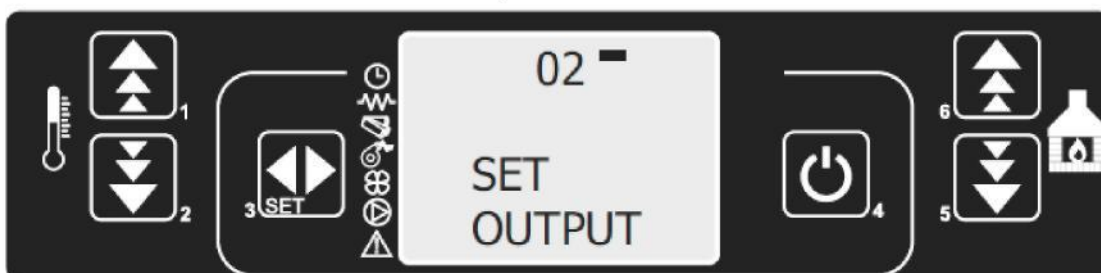

Рисунок 11
**2. Регулирование интенсивности нагрева (мощность нагрева)** Клавишей 6 выбираем желаемую интенсивность нагрева, на дисплее появится сообщение SET OUTPUT и показание от 01 до 05 (рис. 11). Максимальная интенсивность нагрева 05. Изменение производится клавишами 5 и 6.